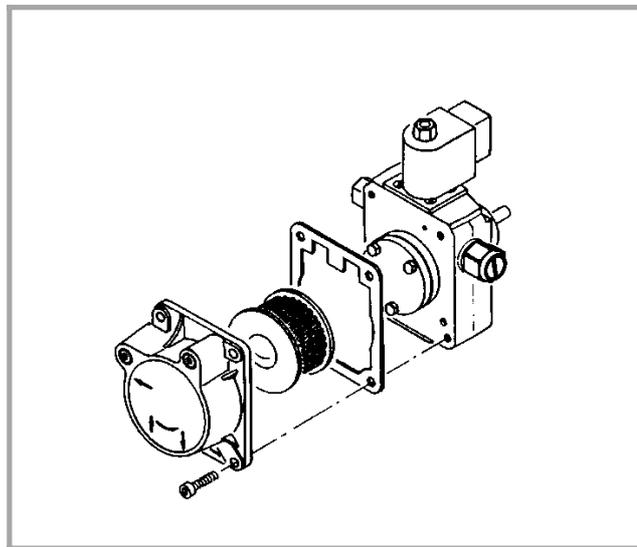

Figure 21 - Accès au filtre de la pompe
**Pour nettoyer le filtre de la pompe (fig. 21) :** fermer les vannes et placer un petit récipient sous la pompe ; démonter le couvercle (4 vis), retirer le filtre et le